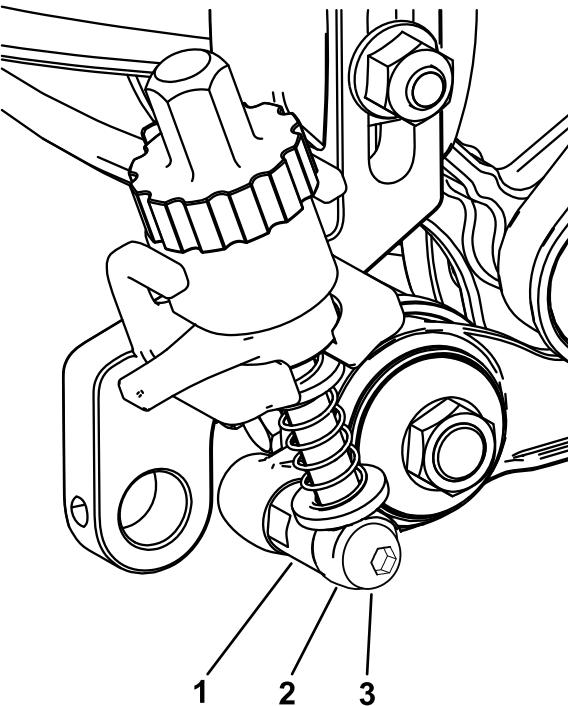

図 23
5. アイドラーセンブリ側で、アジャスタームアセンブリのロッドをアイドラーセンブリに固定するショルダーボルトをアジャスタームのロッドとアジャスタカラーに図 23のように通し、20-26 N·m2.-2.6 kg.m = 15-19 ft-lbにトルク締めする。